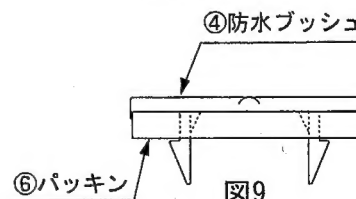

図9
- 1) 防水ブッシュ④を取付けてください。その際、防水ブッシュ④にパッキン⑥が付いていることを確認してください。[図9]